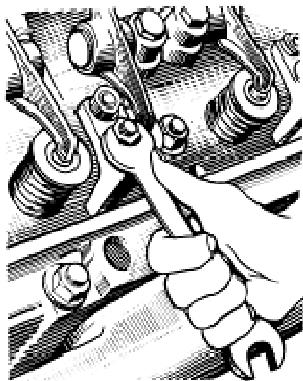
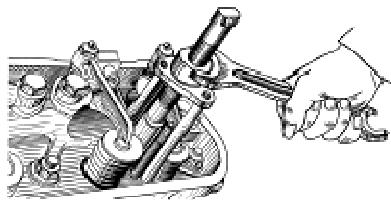

Рис. 81.Отвертывание гайки скобы крепления форсунки
Рис. 82. Снятие форсунки
4. Отвернуть гайки скоб крепления форсунок (рис. 81), снять форсунки (рис. 82), предохраняя распылитель от ударов и засорения отверстий.